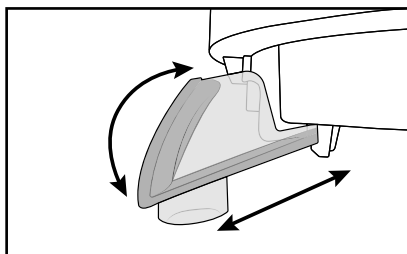

Fig. 1
1) Applicare il contenitore dei residui di spremitura **6** all'apposita sede del contenitore di raccolta del succo **5**. Di fronte deve trovarsi l'uscita del succo **11**. Per prima cosa infilare il gancio nella piccola apertura del contenitore di raccolta del succo **5**, poi sollevarlo e premerlo nel supporto (vedere fig. 1).
- Per pulire l'uscita del succo **11**, staccarla dal contenitore di raccolta del succo **5** (vedere fig. 1).